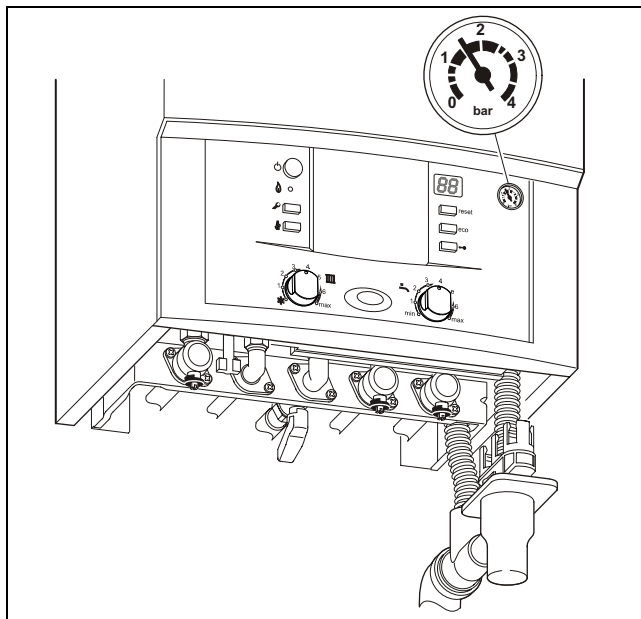

Fig. 5
- ▶ Ad impianto freddo la lancetta del manometro deve trovarsi fra 1 e 2 bar ( → fig. 5).
- ▶ Se la lancetta si trova al di sotto di 1 bar, procedere al riempimento agendo tramite il rubinetto di riempimento (19) fino a quando la lancetta indicherà una pressione compresa tra 1 e 2 bar.
- ▶ Con l'impianto alla temperatura massima di mandata, la **pressione** non dovrà mai superare i 3 bar; qualora ciò avvenisse la valvola di sicurezza scaricherebbe acqua dal tubo (20).